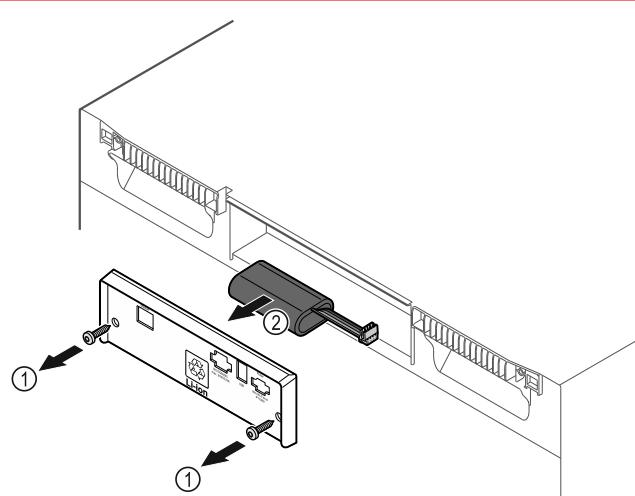

Fig. 185
- Odvrnite vijke i skinite pokrov sa stražnje strane uređaja Fig. 185 (1).
- Iskopčajte i izvadite bateriju Fig. 185 (2).